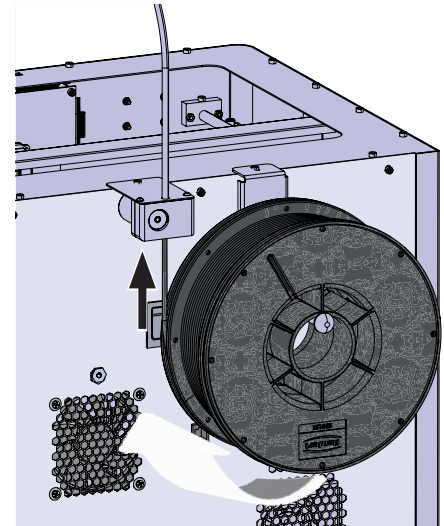

Fig. 20
**Tenho o cuidado que a bobina de filamento seja colocado na bobina de suporte de filamento de forma a que o filamento possa ser inserido no sentido horário e pelo lado de baixo no FMS (Fig. 20).**